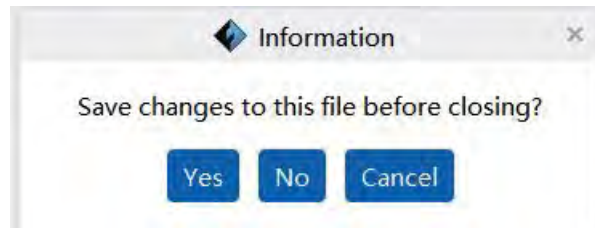

図20 変更を保存するプロンプトの図
1. 新規プロジェクト新しいプロジェクトを作成します。もし、元のプロジェクトが保存されず変更された場合、図20に示すように変更を保存するように促すヒントが表示されます。